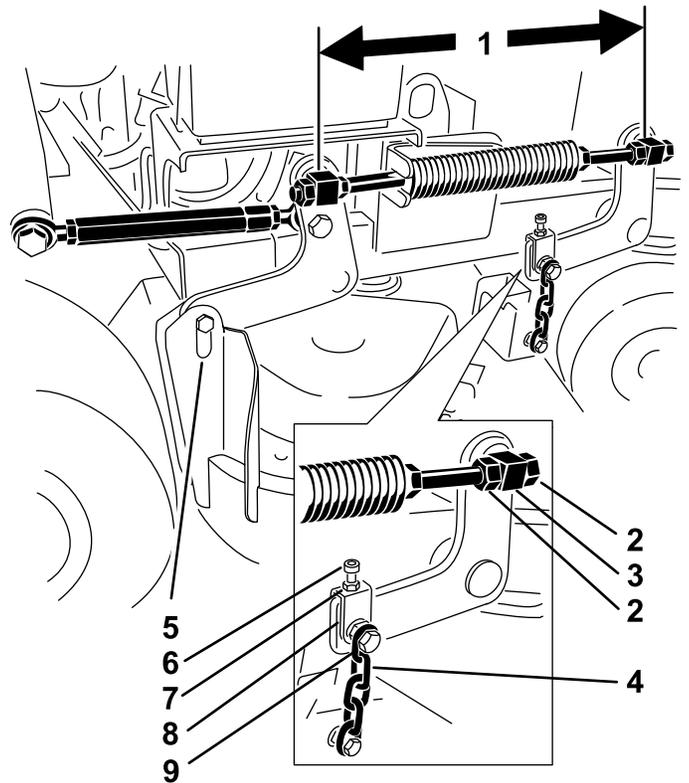

Bild 78
- Prüfen Sie den Abstand zwischen den Drehzapfen; messen Sie in der Mitte der Drehzapfen (Länge Mitte-zu-Mitte) an jeder Gewindestange (Bild 78).
- Lösen Sie die Klemmmuttern am **vorderen** Drehzapfen (Bild 78).
- Ziehen Sie die Klemmmuttern am **vorderen** Drehzapfen an (Bild 78).
- Lösen Sie die Klemmmuttern an den linken und rechten vorderen Drehzapfen (Bild 78).
- Ziehen Sie die Klemmmuttern an den linken und rechten vorderen Drehzapfen an (Bild 78).
- Lösen Sie die Klemmmuttern am linken vorderen Drehzapfen (Bild 78).
- Ziehen Sie die Klemmmuttern am linken vorderen Drehzapfen an (Bild 78).
5. Lösen Sie die oberen Kettenschrauben (Bild 78).
6. Lösen Sie die Klemmmutter an jedem Joch (Bild 78).
8. Ziehen Sie die Klemmmuttern und die oberen Kettenschrauben an (Bild 78).